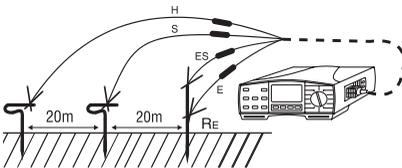

Bild 28: Anschluss der Messleitungen
- ▶ Ordnen Sie die Erdspeie für Hilfserder und Sonde, wie in Bild 28 gezeigt, möglichst in einer Linie an. Diese Anordnung kann auch in Dreiecksform erfolgen. Der Abstand zwischen Sonde und Erder bzw. Sonde und Hilfserder muss mindestens 20m betragen. Legen Sie die Leitungen sorgfältig aus und achten Sie darauf, dass die Leitungen möglichst nicht parallel nebeneinander liegen und sich nicht kreuzen, um Einkopplungen zu vermeiden.